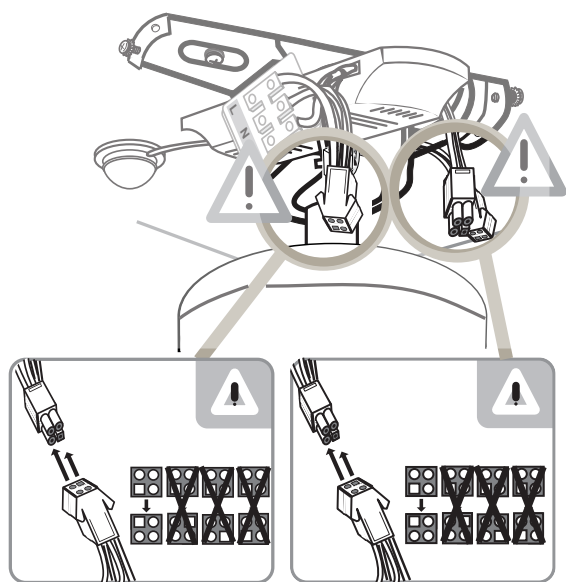

Fig. 8
4. Verbinden Sie das interne Kabel mit dem Lüfterkörper, indem Sie die beiden Kunststoffstecker / -buchsen zusammenstecken. Vergewissern Sie sich, dass die Anschlüsse fest zusammengesteckt sind. Siehe Abb. 8.
4. Connect the internal lead to the fan body by clipping together the two plastic male / female connectors. Ensure that the connectors are firmly clicked together. Refer to Figure 8.
4. Reliez le fil interne au corps du ventilateur en clipsant ensemble les deux connecteurs mâle et femelle. Assurez-vous que les connecteurs sont fermement clipsés. Voir Figure 8.
4. Подсоедините внутренний провод к корпусу вентилятора путем прижатия друг к другу двух пластиковых разъемов (охватываемого / охватывающего). Убедитесь, что разъемы плотно прилегают друг к другу и защелкиваются. См. рис. 8.
4. Podłączyć przewód wewnętrzny do korpusu wentylatora, zatrzaskując dwa złącza typu męskie/żeńskie w plastikowych obudowach. Upewnić się, że oba złącza silnie zatrzasknęły się. Patrz rysunek 8.